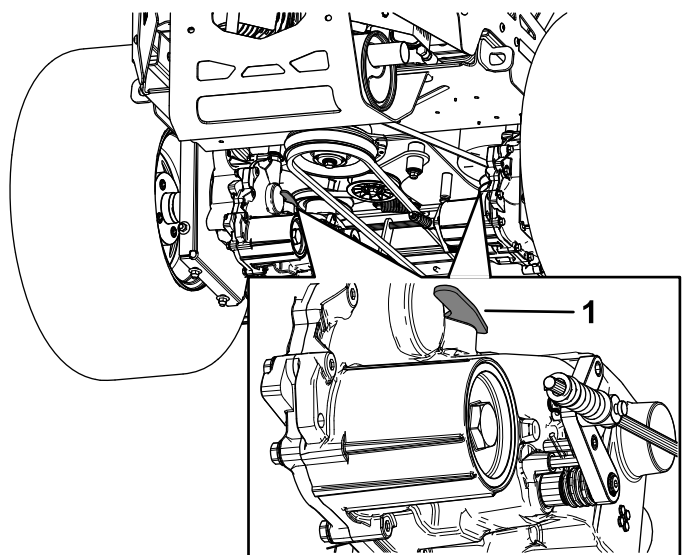

Figure 37
3. Pour pousser la machine, déplacez les deux leviers de dérivation en avant et bloquez-les en place (Figure 37).
5. Pour utiliser la machine, déplacez les leviers de dérivation en arrière et bloquez-les en place (Figure 37).